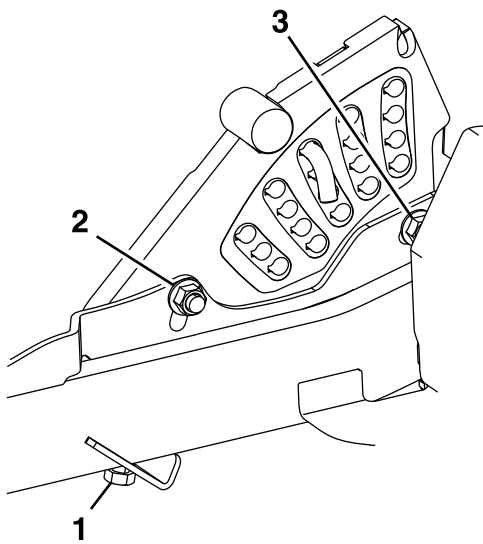

Bild 78
11. Wenn die vier Einstellvorrichtungen des Mähwerks nicht ausreichend eingestellt sind, um die genaue Schnitthöhe mit dem gewünschten Rechen zu erreichen, können Sie die zentrale Einstellvorrichtung (Bild 78) einstellen.
12. Um das zentrale Einstellsystem einzustellen, lösen Sie zunächst die vorderen und hinteren Befestigungsschrauben für die Höhenverstellplatte (**Bild 78**).
14. Ziehen Sie die zwei Schrauben unten an der Schnitthöhenplatte an (**Bild 78**).